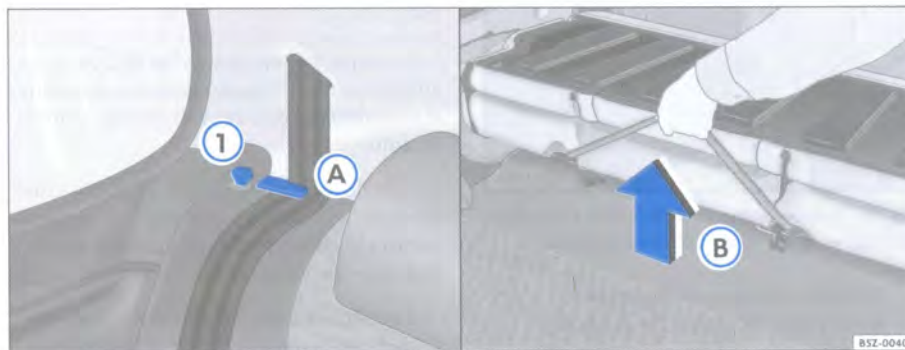

Fig. 71 Posicionador del cinturón para inclinación del asiento y seguro para desbloqueo del respaldo / tirador para destrabar el conjunto del piso
– Posicione la cinta de los cinturones de seguridad en sus respectivos alojamientos ⇒ página 90, fig. 71 A.
– Levante los seguros ⇒ página 90, fig. 71 ① en ambos lados (al mismo tiempo), destrabe el respaldo del asiento y inclínelo sobre el asiento.
– Tire de la lengüeta ⇒ página 90, fig. 71 B para desbloquear el conjunto del piso y al mismo tiempo levántelo **cuidadosamente** en la dirección de los asientos delanteros ⇒ ⚠.